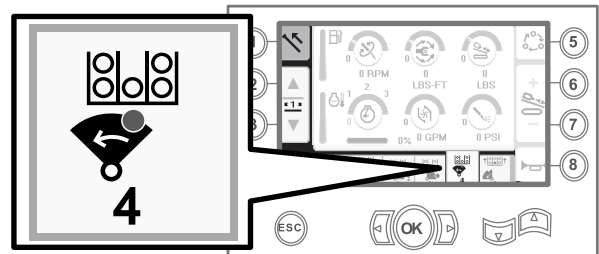

Рисунок 16
8. Отпустите перекидной переключатель, чтобы перейти к следующему этапу в последовательности действий (**Рисунок 16**).